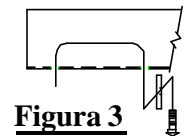

Figura 3
- Inserte el espaciador y el perno de carruaje de 7/16" a través del orificio de acceso modificado en el paso 4 y hacia abajo a través del orificio central en cada larguero del bastidor (ver figura 3). Inserte los bloques restantes y los pernos de carruaje en los orificios de acceso y deje caer de nuevo hacia abajo a través de los orificios, verificando que los bloques se extiendan a ambos lados del orificio (ver Figura 4).